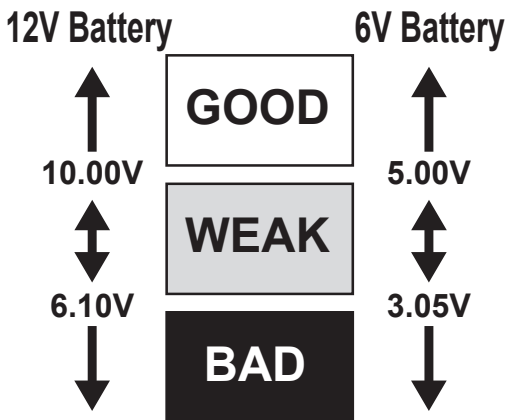

Figura 5 Resultados de prueba de 500 CCA a 21,1 °C (70 °F)
6. En la **figura 5** se muestra el rango para una batería de 500 CCA (corriente de arranque en frío) probada a 21,1 °C (70 °F). Para las baterías calificadas con otros valores de CCA, reste 0,1 V por cada 100 CCA bajo 500 CCA de los valores que se muestran en la **figura 5**. Agregue 0,1 V por cada 100 CCA sobre 500 CCA.